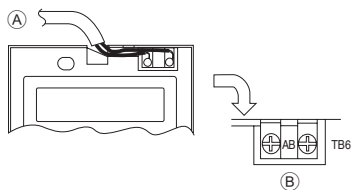

Рис. 6-4
2) Операции соединения (Рис. 6-4)